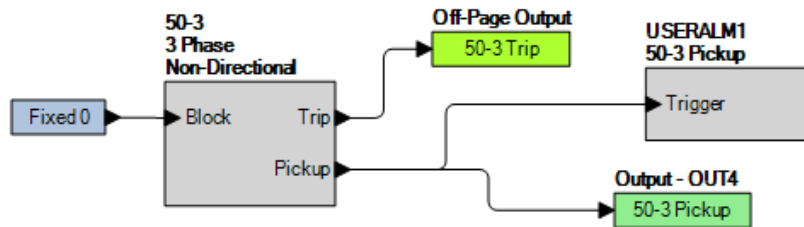

Figure 2-21. OUT4 et USERALM1 avec les désignations définies par l'utilisateur
Step 15: La Figure 2-21 illustre les désignations définies par l'utilisateur pour OUT4 et USERALM1, auxquels un nom a été donné dans les étapes 13 et 14.